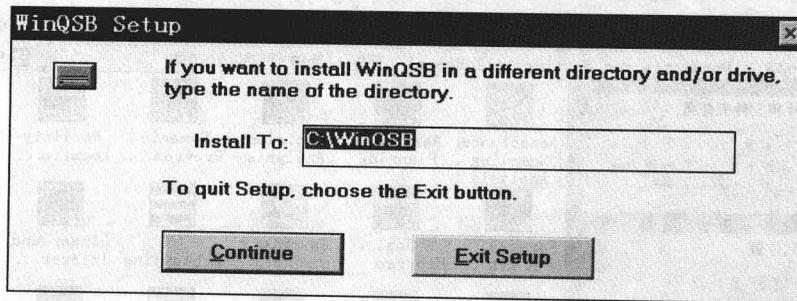

图 1-14 WinQSB 软件安装目的地
**步骤 2** 在“Install To”中输入安装的文件夹(见图 1-14)。默认为“C:\WinQSB”，用户可根据需要任意修改。